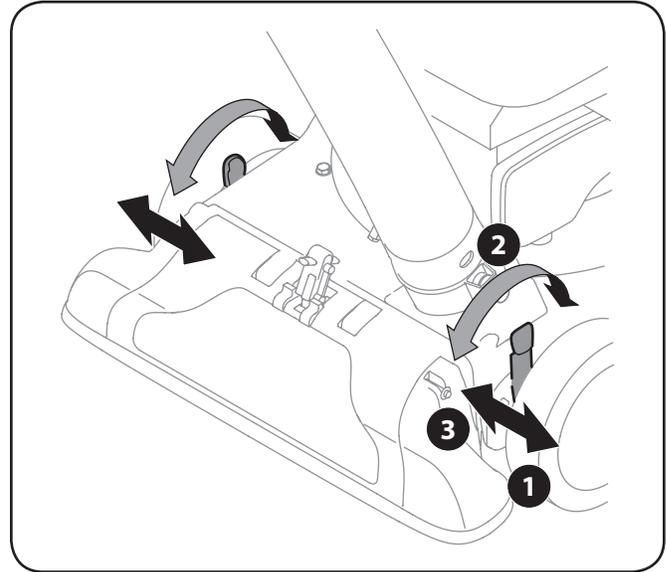

Figure 3-7
1. Pressez sur le levier de réglage de la hauteur de la buse (vers la roue). Voir Figure 3-7.
3. Relâchez le levier (vers le plateau). Voir Figure 3-7.